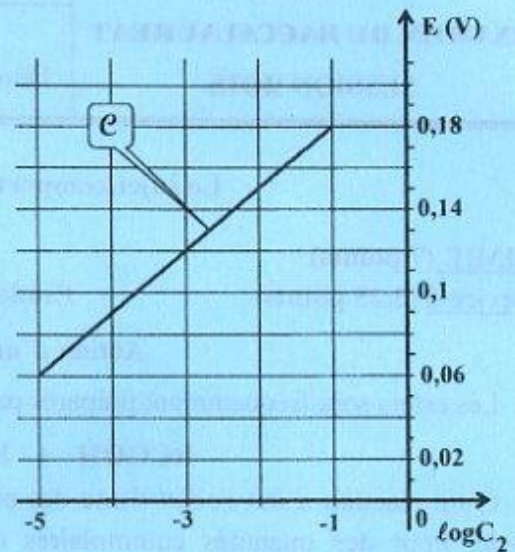

figure 1
2- On fixe la valeur de C_1 ; on modifie celle de C_2 et on mesure à chaque fois la valeur de la fem initiale E de la pile correspondante. Les résultats obtenus permettent de tracer la courbe (C) de la figure 1 traduisant l'évolution de E en fonction de $\log C_2$.